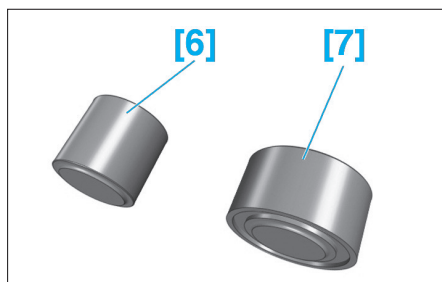

Fig. 29
- [6]. Tampon de dépose (réf : 0625-B) (Fig.29).